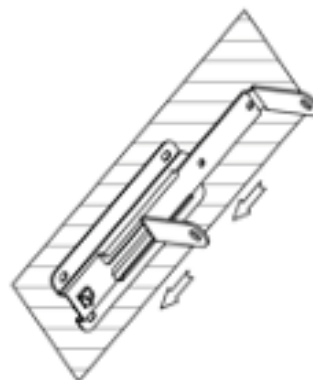

Fig 3
5. Glisser l'enrouleur sur le support de montage, puis le fixer à l'aide d'une vis. Voir Fig.3